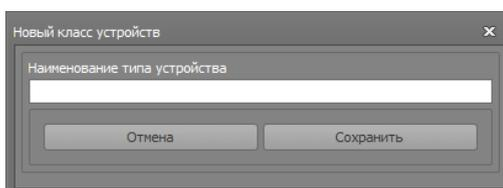

Рисунок 60
- Нажмите кнопку – Новый тип, в открывшемся диалоговом окне (рис.60) введите название типа устройств. Нажав кнопку –сохранить, новый тип будет добавлен и отобразится в списке типов устройств